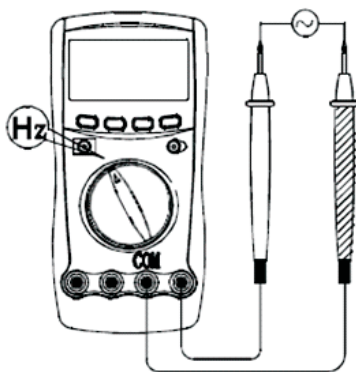

Figura 9
H. Medindo Ciclo de Operação (duty cycle) (ver Figura 9)